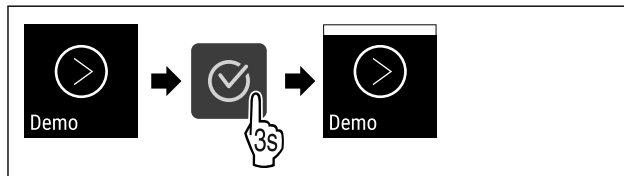

Fig. 115
- ▶ Stappen (zie Fig. 115) uitvoeren.